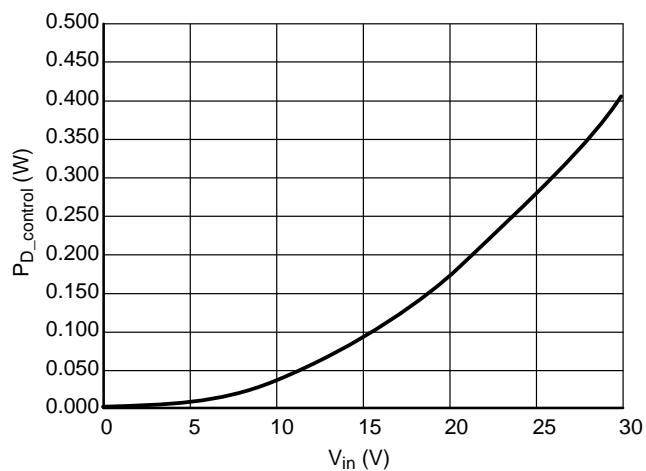

Figure 5. Power Dissipation vs. V_{in} for the NUD4001
外付け抵抗 R_2 とショットキー・ダイオードD1のために、NUD4001にある程度の追加電流が流れます。NUD4001の制御セクションでの新しい内部消費電力の適切な推定値は、Figure 5に示す値に1.1を掛けたものです。
8. データシートのFigure 11の情報に基づき、NUD4001のヒートシンク要件を計算します。そのグラフを、このアプリケーション・ノートのFigure 5として再掲します。